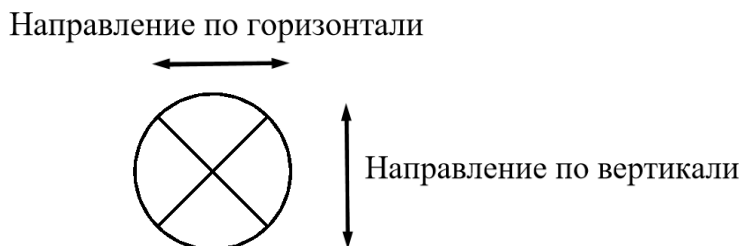

Рис. 1. Смещение УГО в горизонтальном и вертикальном направлениях.
1. Возможность перемещения условного графического обозначения (УГО) относительно точки вставки семейства (регулируется параметрами «УГО Смещение X» и «УГО Смещение Y»), см. рис. 1 и раздел «Параметры экземпляра» в таблице 4.